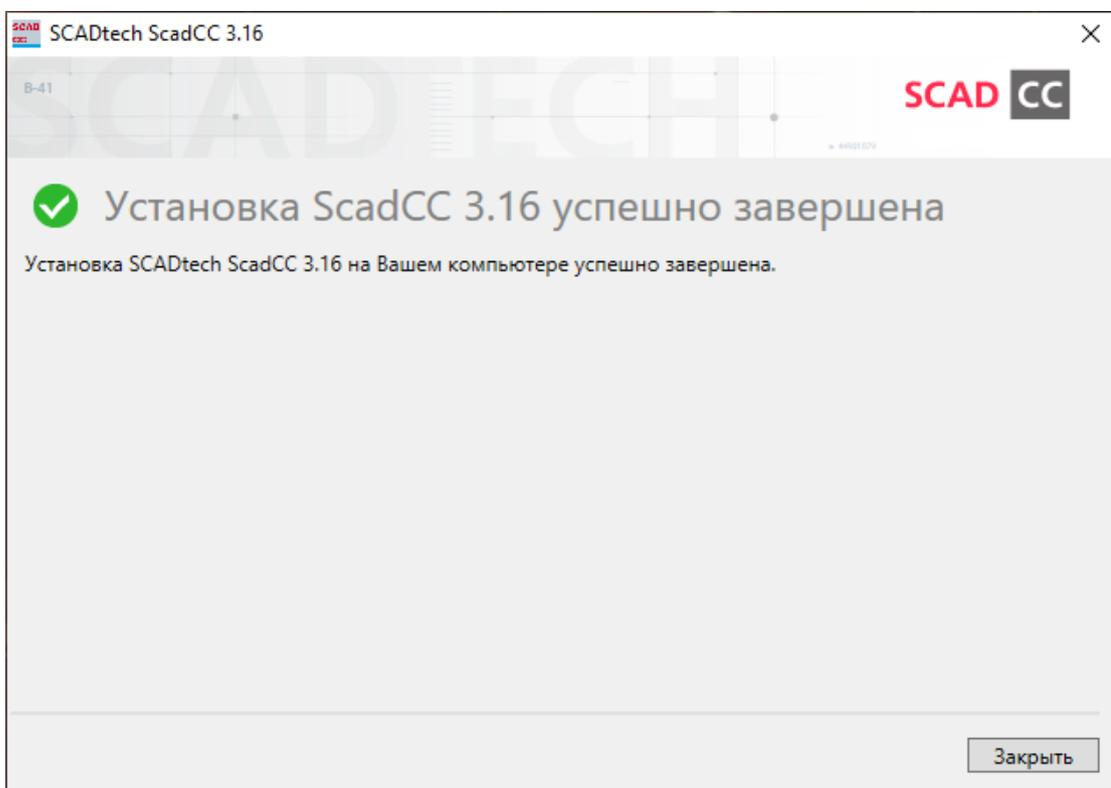

Рисунок 4 – Завершение процесса установки
- 7) Для завершения процесса установки нажмите кнопку [Закреть] (рисунок 4).